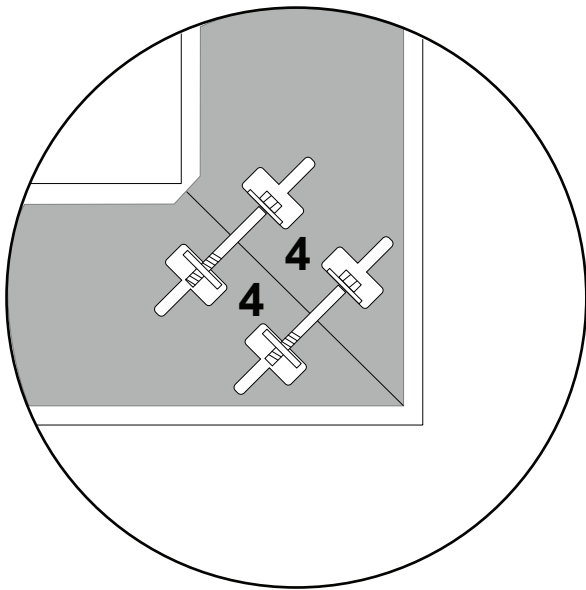

Figura 1
- 2 Ensamble el marco como muestran las vistas de ensamblaje (a la derecha). Haga coincidir los segmentos según los valores numéricos impresos en la parte posterior de cada pieza. Luego instale y ajuste las piezas de unión utilizando la llave inglesa suministrada, como muestra la imagen (Figura 1 y Figura 2).